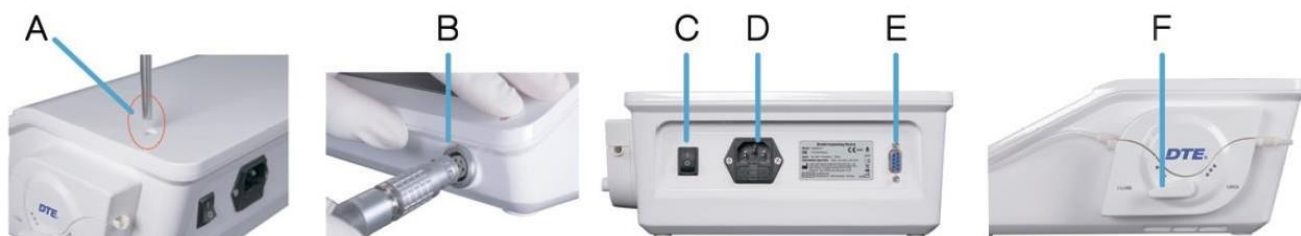

Рис. 3
Вставьте держатель для физраствора в специально предназначенные для этого отверстия (Рис.3 - А);
Подсоедините ножную педаль к корпусу основного блока, вставив штекер в соответствующий разъём (Рис.3 - E);
Подключите кабель питания в разъём на корпусе устройства (Рис.3 - D) и затем в розетку электропитания;
Вставьте кабель наконечника в специально отведенное для этого отверстие (Рис.3 - В);
Нажмите кнопку включения/выключения on/off (Рис.3 - C) и используйте прибор по назначению.
4. Убедитесь, что наконечник Surgery-X LED правильно подключен к разъему для кабеля наконечника (рисунок 3 – поз. В);